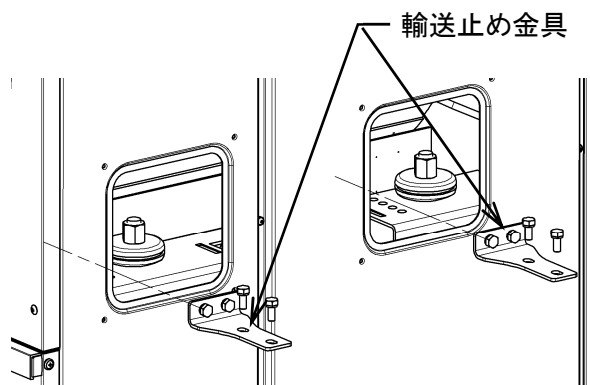

図 4-7
- 2) 左右計4ヶ所の輸送止め金具を全て外します。(図4-7)